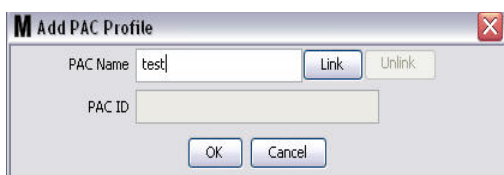

FIG. 113
3. Het scherm voor toevoeging van een PAC-profiel zoals in FIG. 113 wordt weergegeven. Op dit scherm wordt u gevraagd om de PAC een naam te geven. Nadat u een naam hebt ingevuld in het veld, klikt u op OK om het scherm te sluiten en de wijzigingen op te slaan.